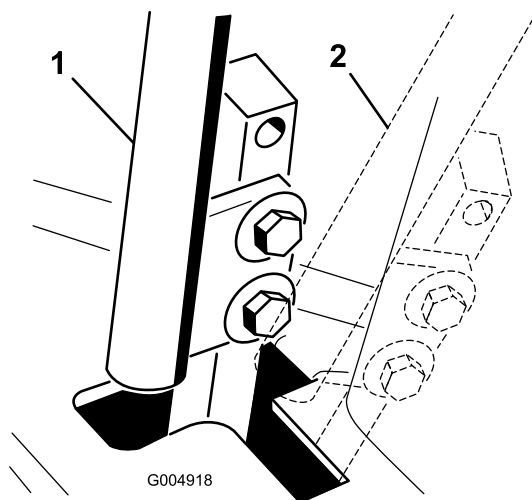

Figure 62
- Placez un des leviers au point mort, **sans le verrouiller** (Figure 62).
- Vérifiez la position du levier par rapport au cran de la console (Figure 62). Il doit être centré de façon à pouvoir pivoter vers l'extérieur jusqu'à la position de verrouillage du point mort.